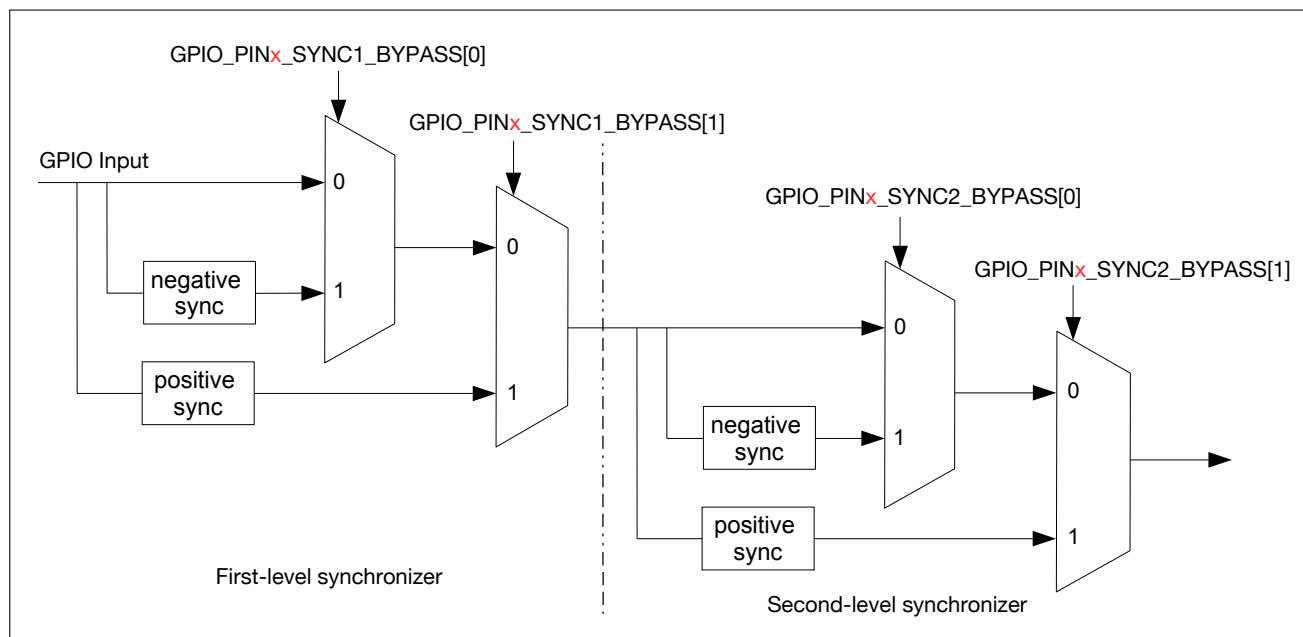

图 6-3. GPIO 输入经 IO MUX 运行时钟上升沿或下降沿同步
GPIO SYNC 模块的功能如图 6-3 所示。其中，negative sync 为 GPIO 输入经过 IO MUX 的运行时钟的下降沿同步，positive sync 为 GPIO 输入经过 IO MUX 的运行时钟上升沿同步。
- 如图 6-3 所示，配置 `GPIO_PIN $x$ _SYNC1_BYPASS` 使能输入信号在第一级同步中为上升沿或下降沿同步。
- 如图 6-3 所示，配置 `GPIO_PIN $x$ _SYNC2_BYPASS` 使能输入信号在第二级同步中为上升沿或下降沿同步。